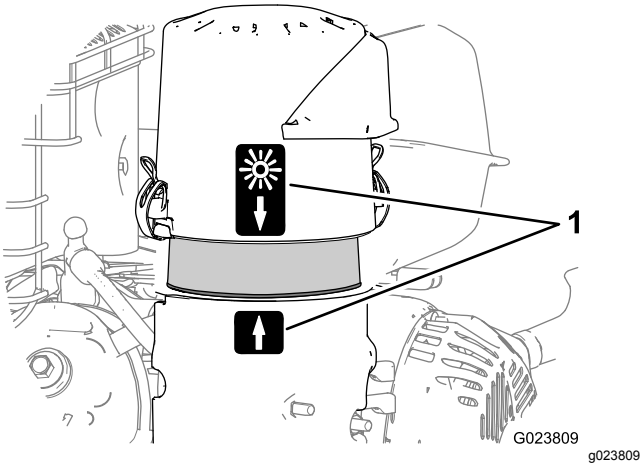

Figura 32
- Alinee la pegatina de la flecha de la tapa del limpiador de aire con la pegatina de la flecha de la base (Figura 32).